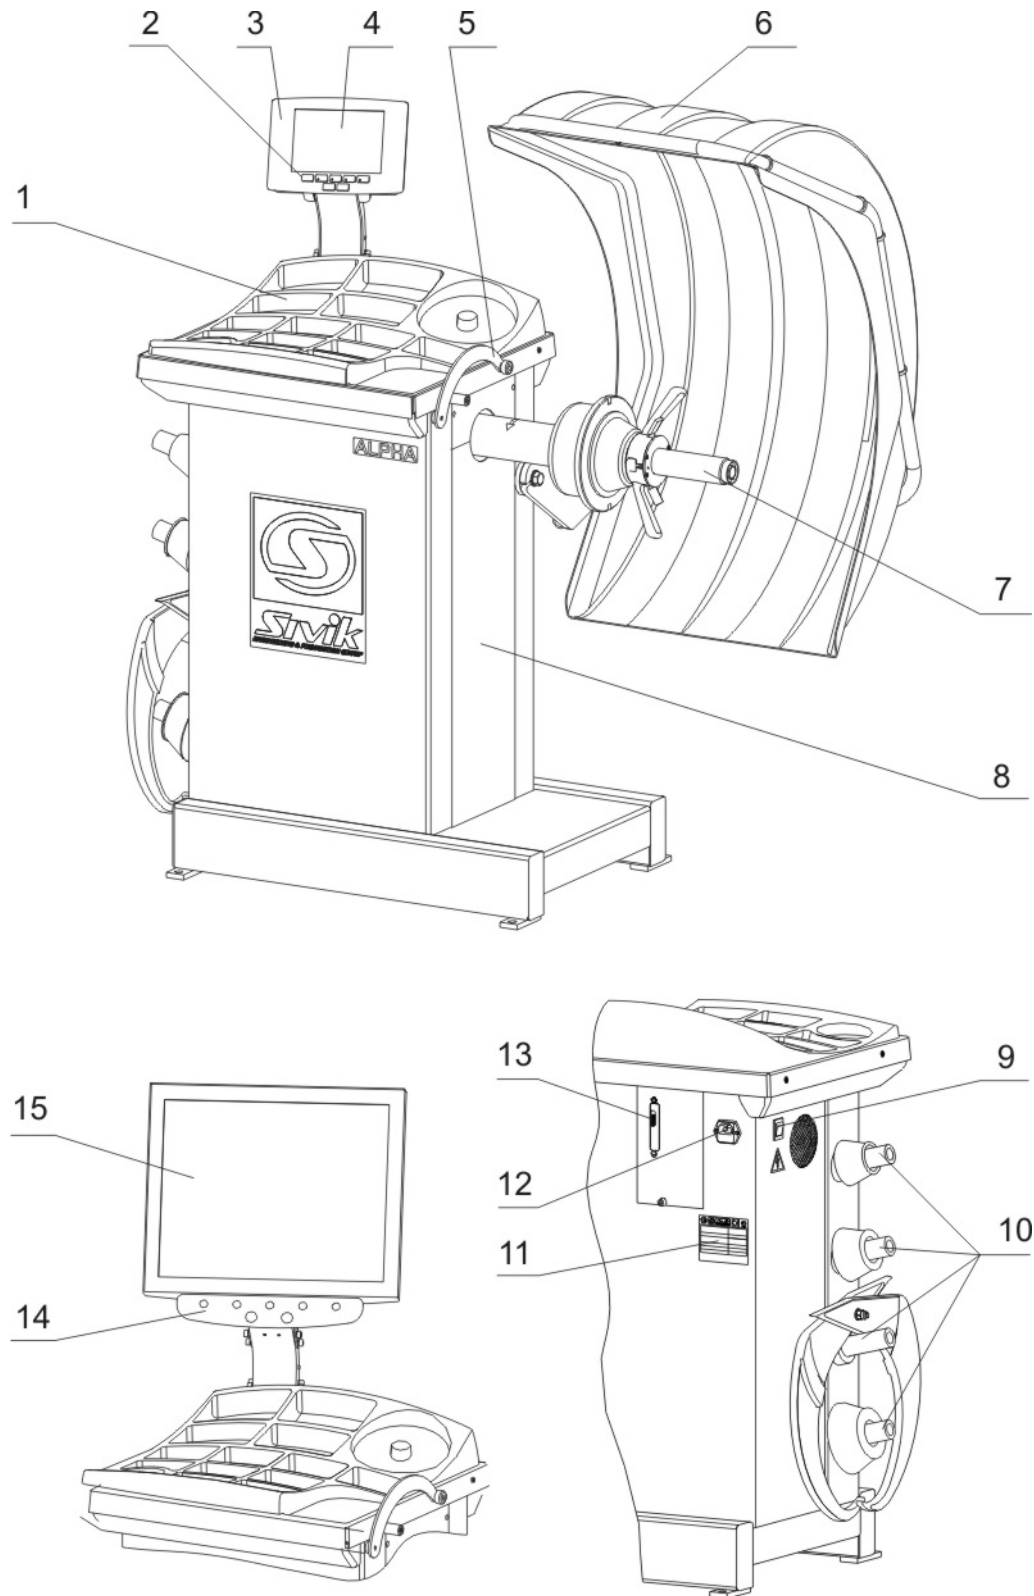

Рисунок 4.1
4.2.8 Подключить сетевой кабель к гнезду станка, расположенному на задней панели корпуса станка (рисунок 4.1), и к питающей сети, оборудованной розеткой с контактом заземления. Для станка СБМП-40(Л) подключить монитор к питающей сети, оборудованной розеткой с контактом заземления согласно эксплуатационной документации на него.